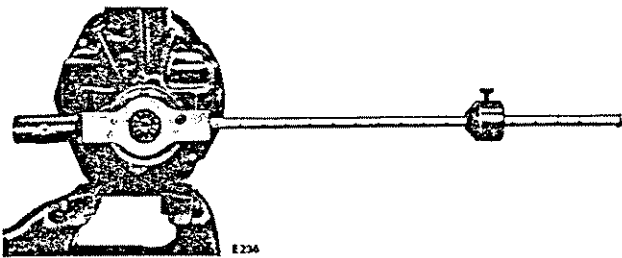

Abb. 82 Vorspannungs-Meßgerät
Den Kegel des Kegelradkopflagers (60) auf das Hilfsritzel (Abb.78) anbringen und das Aggregat in das Achsgehäuse einbauen. Sodann den Kegel des vorderen Lagers (12), den Gegenflansch (18), die Beilagscheibe und Mutter (16) und (23) auf die Kegelradwelle schieben. Die Distanzbuchse (58) oder Beilagscheiben (10) VORLÄUFIG NOCH NICHT einbauen. Die Mutter (16) so stark anziehen, bis die Lager vorgespannt werden und ein Drehmoment von 15-18 lbs. ins. das Kegelrad gerade dreht. (Abb.82).
Ein Vorspannungsmeßgerät am Gegenflansch befestigen (Abb.82).